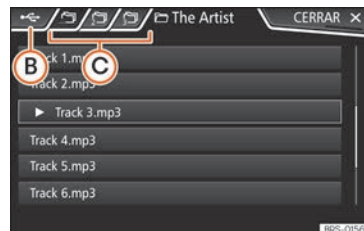

Fig. 174 Modo Media: lista de pistas de una fuente Media.
- Pulse en el menú principal **MEDIA** el botón de función **[SELECCIÓN]** » » » **fig. 171** para abrir la lista de pistas. La pista que se está reproduciendo se muestra de forma destacada » » » **fig. 174**.